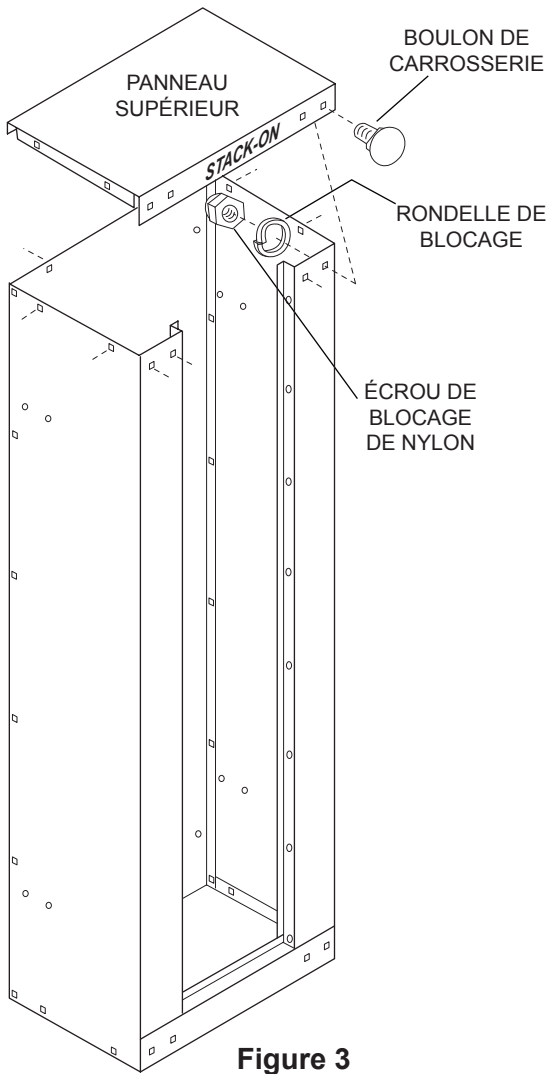

Figure 3
En plaçant les rebords avant et arrière à l'extérieur de l'armoire et les rebords latéraux à l'intérieur, assemblez à l'aide de (10) boulons de carrosserie, rondelles de blocage et écrous de blocage en nylon. (Voir la figure 3.)